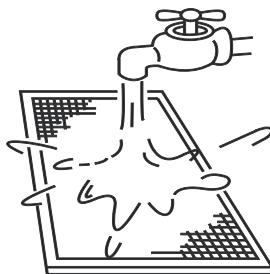

Figura 57
b. O lado da entrada de ar deve ficar voltado para baixo quando se utiliza água limpa. (Consulte a figura 57)